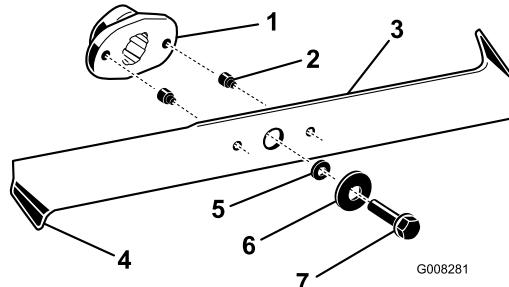

Figura 39
- Inspeccione los filos de corte (Figura 39). Si los bordes no están afilados o tienen mellas, retire las cuchillas y afílelas; consulte Cómo afilar las cuchillas.
3. Inspeccione las cuchillas, especialmente los extremos inclinados (Figura 39). Si observa cualquier daño o desgaste en esta zona, instale inmediatamente cuchillas nuevas.
4. Si los pasadores de seguridad están rotos, sustitúyalos inmediatamente (Figura 39).
3. Retire los pernos, las arandelas y las cuchillas (Figura 39). Inserte un bloque de madera entre cada cuchilla y el cortacésped para bloquear la cuchilla mientras se retira cada perno.
1. Instale las cuchillas, las arandelas y los pernos (Figura 39).